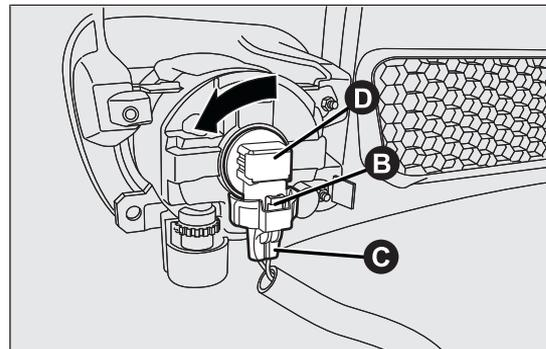

fig. 136
- agir sur l'agrafe B fig. 136 et débrancher le connecteur électrique C ;